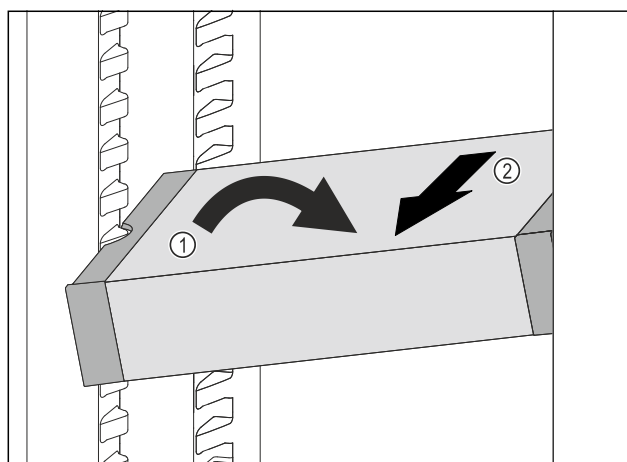

Fig. 99
- VarioSafe im Kühlteil schräg stellen. Fig. 99 (1)
- VarioSafe nach vorne entnehmen. Fig. 99 (2)